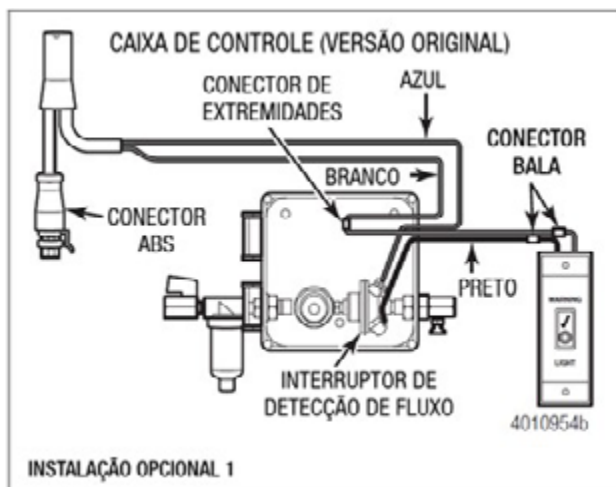
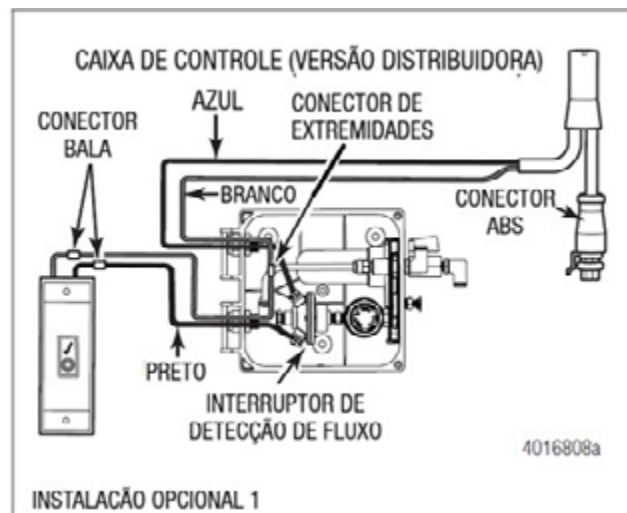

Figura 2.74
Figura 2.75
4. Conecte o fio azul do conector ABS ao interruptor de detecção de fluxo. Conecte o fio preto da luz de advertência ao interruptor de detecção de fluxo. Conecte o fio branco da luz de advertência ao fio branco do conector ABS. Figura 2.74 e Figura 2.75.